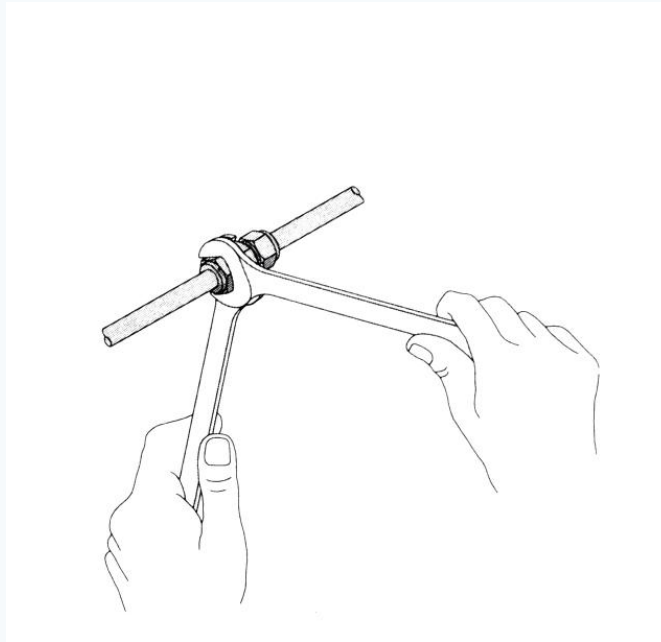

Рис. 6. Затяжка гайки
- 12** Сделайте отметку на гайке в положении «на 6 часов». Удерживая корпус фитинга неподвижно, затяните гайку ключом на 1/2 оборота. Для фитингов размером 1" и более используйте удлинительный ключ (см. Рис. 6).